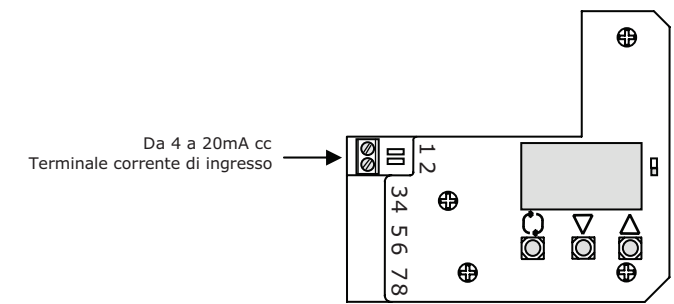

Fig. 7
- (1) Togliere il posizionatore per il coperchio.
- (2) Collegare il cablaggio della corrente di ingresso proveniente da un contatore per regolazione (unità di controllo) secondo quanto mostrato nella Fig. 7.